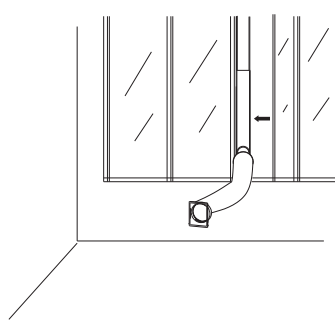

Fig. 7
8. Poser le conduit d'évacuation d'air, le kit de fenêtre et les accessoires sur la fenêtre, puis fermer la fenêtre selon le sens de la flèche indiqué dans le schéma Fig7 pour bien presser le kit de fenêtre.